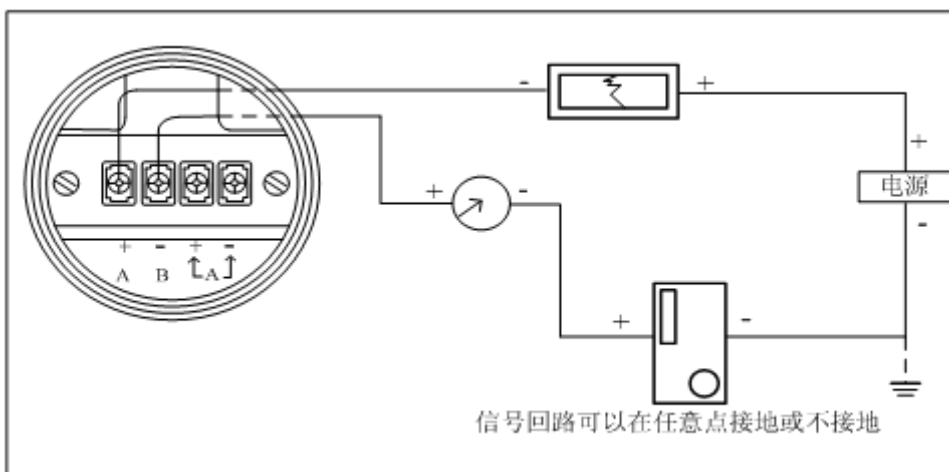
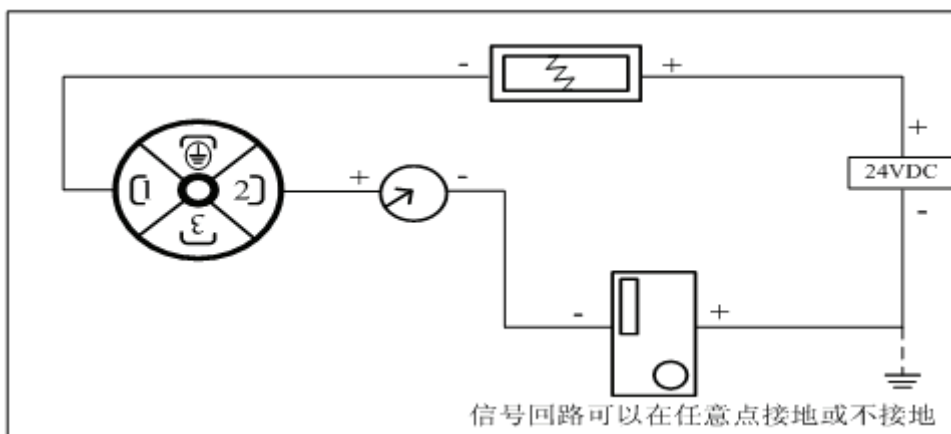

图 6-2 防护型接线图
图 6-3 精巧型接线图
6.1 将变送器按图 6-2 或图 6-3 正确接线，通电预热 15 分钟后，再进行调整。